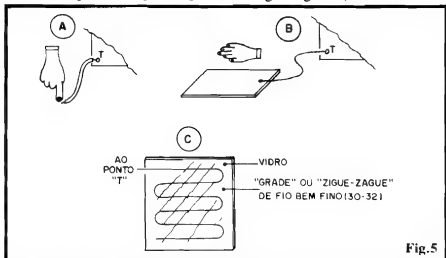

Fig. 5
- **FIG. 5 - O SENSOR** - Já foi explicado, mas vamos reafirmar: se o ponto sensor (sempre metálico) for **pequeno** (até uma "cabeça" de alfinete funcionará...), é exigido o **toque físico mesmo**, para que o circuito possa reagir (5-A). Já as áreas ou superfícies metálicas maiores (5-B) reagirão à simples aproximação (sem o toque físico). Lembramos que o fato do sensor, em si, ter que ser **metálico**, não invalida certos tipos de adaptações ou instalações, na proteção direta de coisas ou superfícies não metálicas... Vejamos o exemplo da fig. 5-C: no caso, para detectar a aproximação ou toque de uma pessoa sobre uma placa de vidro (janela, porta, etc.), basta aplicar, "por trás" da dita superfície, uma espécie de "grade" ou "zigue-zague" formado por fio de cobre esmaltado bem fininho (nº 30 ou maior...). Um espaçamento entre 10 e 15 cm. (entre as "trilhas" do "zigue-zague"...) deverá dar bons
- Depois de tudo ligado, circuito alimentado (12 VCC, provenientes de bateria, pilhas ou fonte ligada à CA...), o sensor deve ser ligado, qualquer que seja a escolha (entre as sugestões da fig. 5, ou outras...).
me explicado no texto referente à fig. 5...).